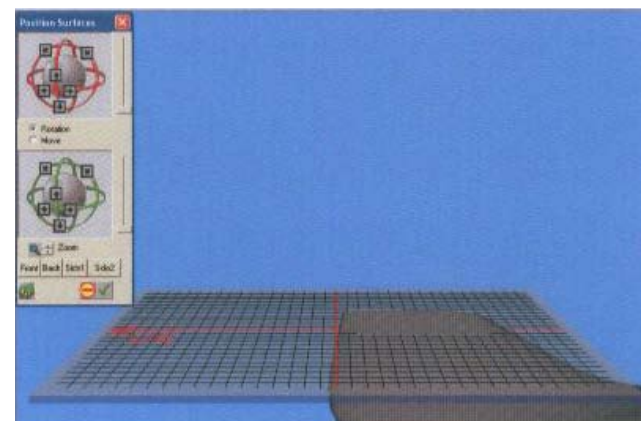

Рис. 151
- С помощью **File-Convert Data-STL** откройте файл **TrainerLast.stl**. Появилась колодка с сеткой и диалоговое окно **Position Surfaces** (рис. 151).